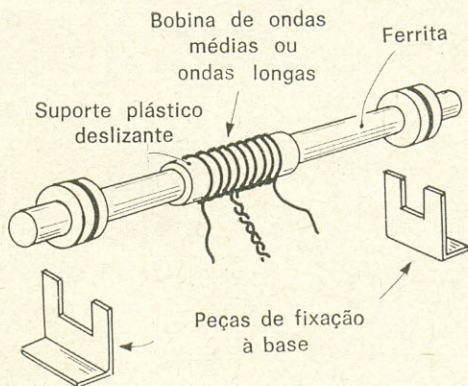

FIG. 2 — Como fazer a bobina de ferrita do circuito de entrada do receptor da Fig. 1.
**Montagem de L1** — Instalar duas arruelas de passagem, de borracha, nas extremidades do núcleo de ferrita. Confeccionar dois suportes de alumínio delgado, conforme a Fig. 2, que serão parafusados na plaqueta de suporte do circuito.